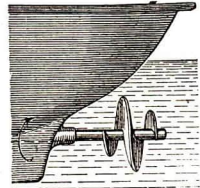

Abb. 96. Schiffsschraube
3. **Die Schiffsschraube** (Abb. 96) wird durch die Schiffsmaschine in rasche Umdrehung versetzt. Dadurch bohrt sich die Schraube, die mit großen Flügeln ausgerüstet ist, im **Wasser** vorwärts, ähnlich wie ein Korkzieher in einem Pfropfen.